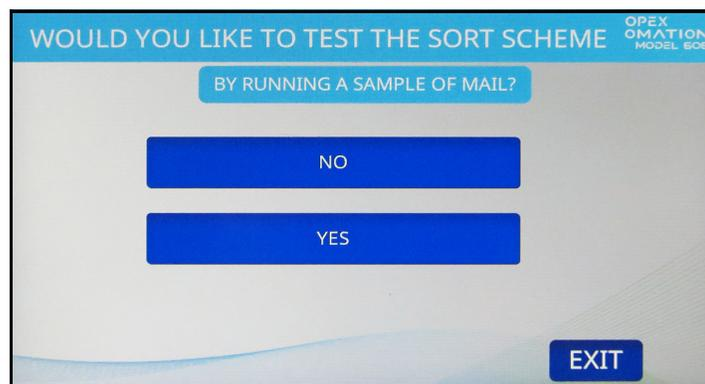

Abbildung 6-25: Bildschirm „Bestätigungsgang“
9. Auf dem nächsten Bildschirm können Sie primäre und sekundäre Probestücke laufen lassen, um das Sortierschema zu testen (Abbildung 6-25). Drücken Sie auf **YES (JA)**, um fortzufahren.